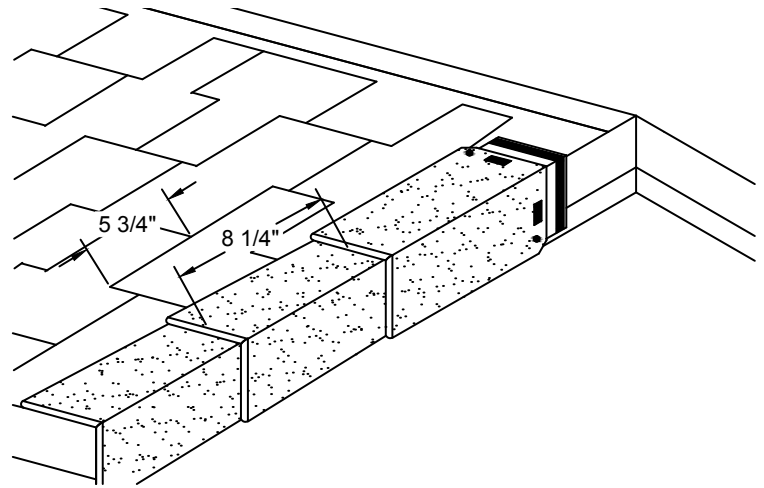

Figura 27 - Instalación de las tejas EZ-Ridge® en bordes de faldón del techo
3. Nota: La instalación con clavos expuestos puede afectar el atractivo estético de las tejas EZ-Ridge® (vea la **Figura 27**).